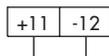

Fig. 11 : Raccordement électrique
- Afin de déverrouiller les bornes à ressort, presser le boîtier en plastique (fig. 11, page 19) avec la lame du tournevis **légèrement** dans le bornier.
- Connecter le fil pour la grandeur directrice (signal de réglage mA) selon fig. 11, page 19.